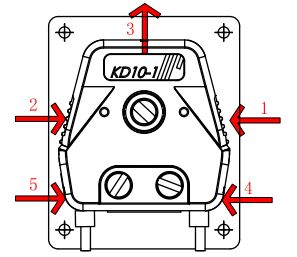

图4 软管安装示意图
- 用手按压下图4中箭头1，2位置的区域，向箭头3方向提起，泵头压块拆卸完成；